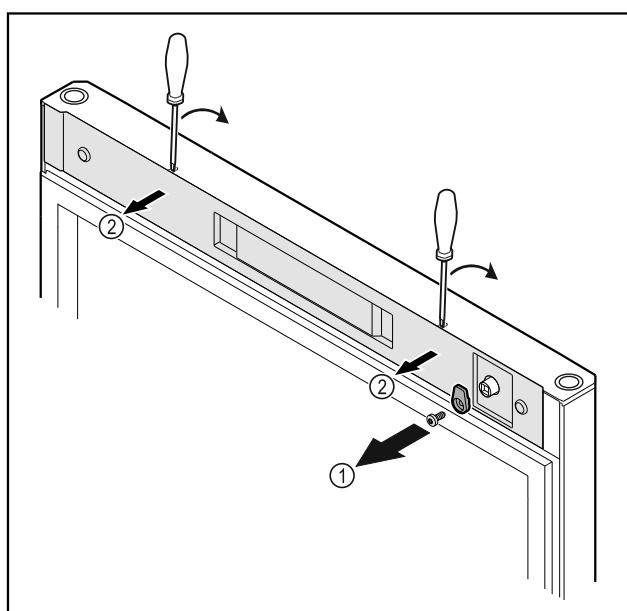

Fig. 20
► Lironi vidat e grepit të mbylljes Fig. 20 (1).
► Nxirrni nga foleja kapakun mbulues Fig. 20 (2) me një kaçavidë të vogël dhe hiqeni.